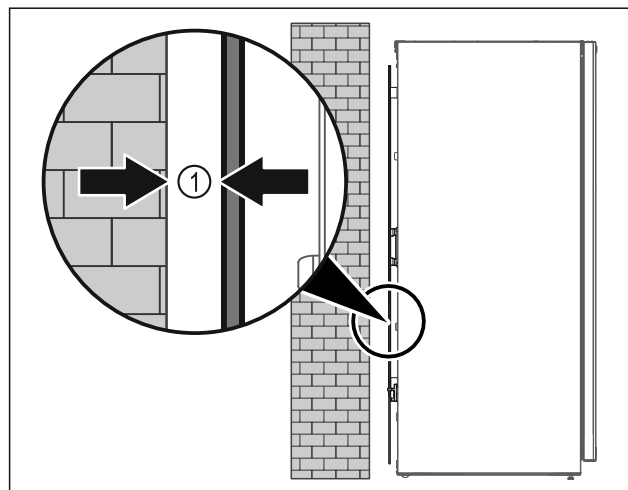

Fig. 52
- ▶ Gerät entweder frei im Raum oder direkt an einer Wand mit einem Mindestabstand von 5 mm Fig. 52 (1) aufstellen.